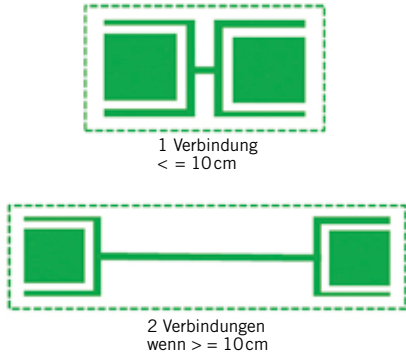

Bild 4: Kombination von Steckerbindungen, die nur in kurzer Entfernung auseinanderliegen, hier Definitionen
- Sind zwei Steckverbindungen weniger als 10 cm auseinander, zählen sie als eine Steckverbindung (**Bild 4**)
- Sind zwei Steckverbindungen weiter als 10 cm auseinander, zählen sie als zwei Steckverbindungen (Bild 4).